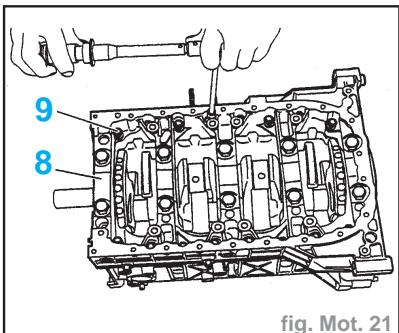

fig. Mot. 21
- Déposer sur le pourtour du carter chapeaux de paliers (8) du produit d'étanchéité SILICONE (fig. Mot. 21).